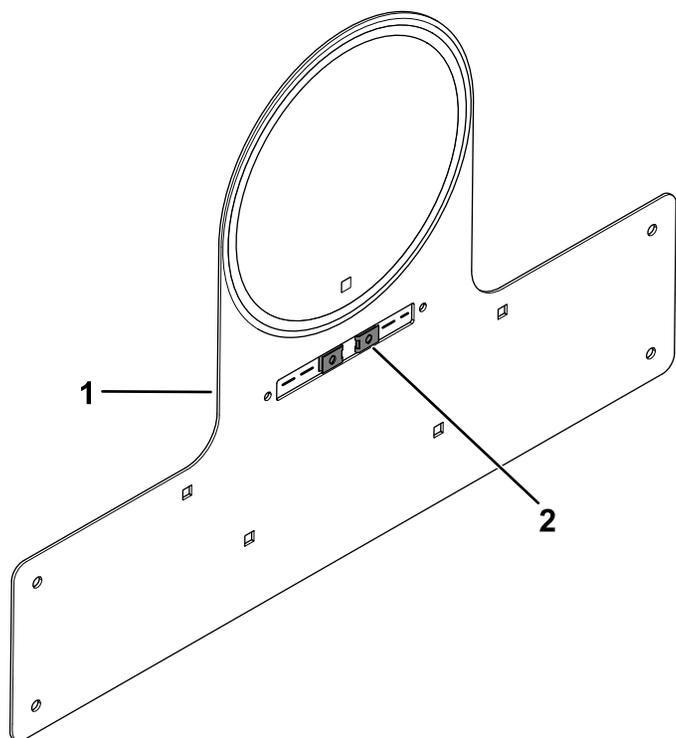

Figura 26
6. Instale las 2 tuercas rápidas en el bastidor de placa de velocidad (Figura 26).